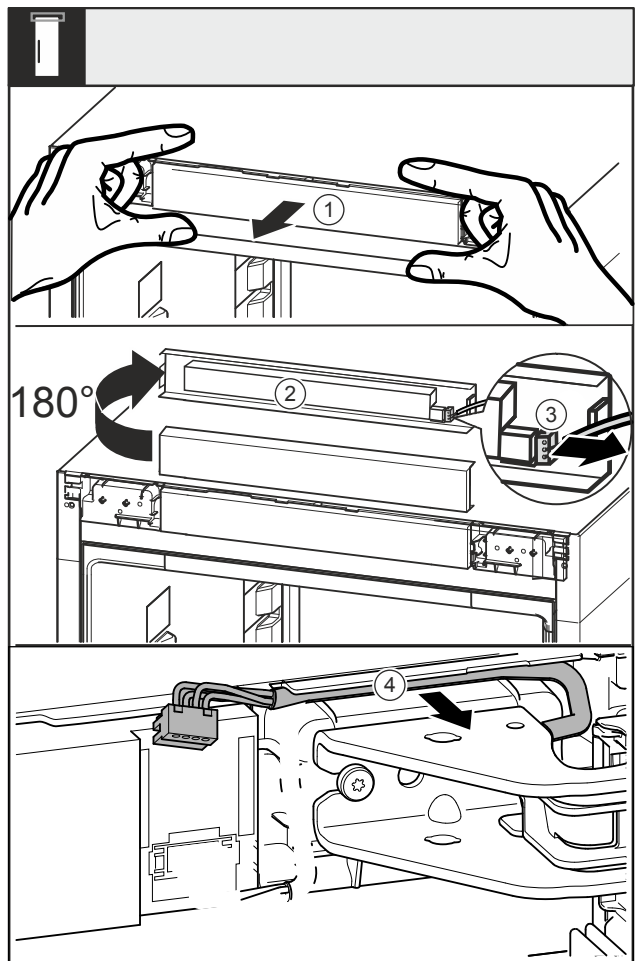

Fig. 16
- Løsn panelet Fig. 16 (1) fremad.
- Drej panelet Fig. 16 (2) 180° opad.
- Tryk låsetappen op stikket Fig. 16 (3) bagud, og træk forsigtigt stikket ud.
- Løsn kablet Fig. 16 (4) og hængslet fra føringen.